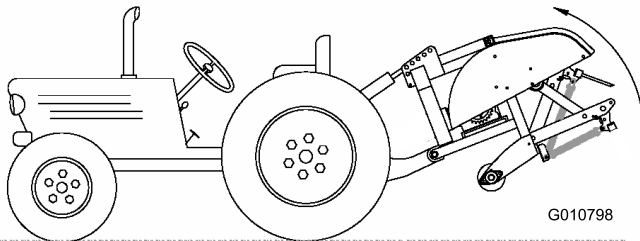

Figura 11
2. Erga completamente o arejador e retraia completamente o cilindro da articulação superior hidráulica ou a articulação superior (Figura 11).